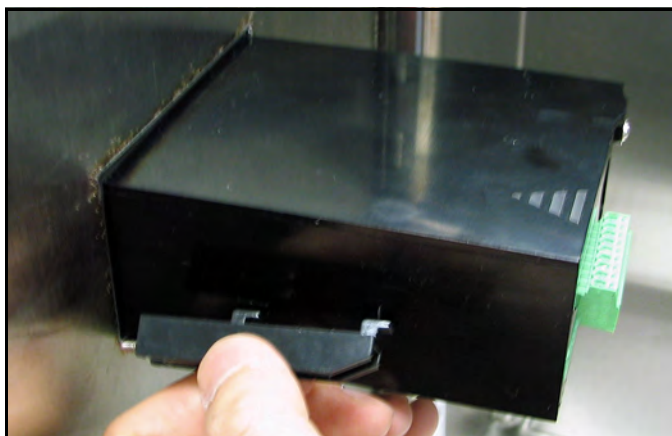

Figura 12: Instalar os suportes de montagem
4. Por trás do painel, insira os suportes de montagem nos orifícios laterais fornecidos (veja *Figura 12* abaixo).